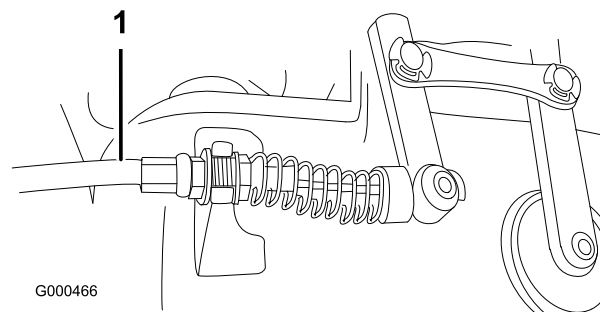

Figura 45
2. Para aumentar a tensão do cabo, desaperte a porca de bloqueio do cabo dianteiro e aperte a porca de bloqueio do cabo traseiro (Figura 45) (situada no topo da caixa de velocidades) até que a força do cabo do cilindro adicione 3,2 a 4,5 kg de força adicional do manípulo medida no botão de controlo.